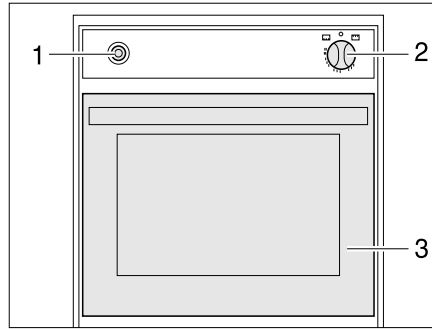

Fig. 130 Four à gaz
- Ouvrir complètement la porte du four (Fig. 130,3).
- Enfoncer légèrement le bouton tournant (Fig. 130,2) et le mettre sur "🔥" (four).
- Enfoncer le bouton tournant (Fig. 130,2) et le maintenir enfoncé pendant 5 à 10 secondes. Le gaz s'écoule vers le brûleur.
- Appuyer plusieurs fois sur l'interrupteur d'allumage (Fig. 130,1) jusqu'à ce que la flamme se consume.
- Tourner le bouton tournant (Fig. 130,2) sur "⊙". La flamme s'éteint.